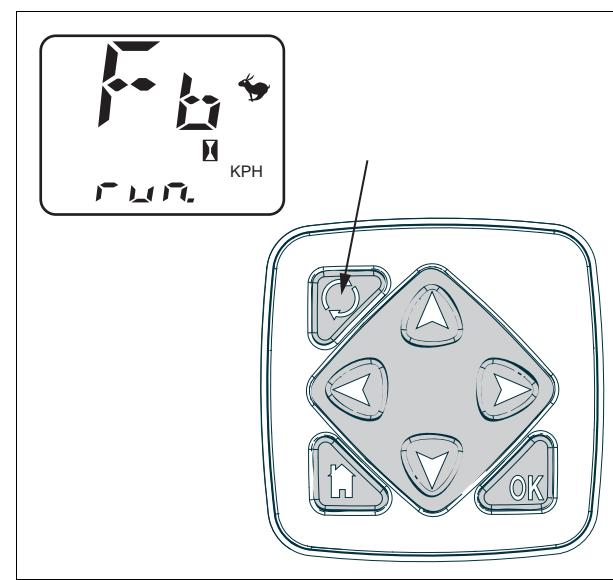

Рис. 11.
6. На экране должна отобразиться надпись "run" рис. 11.